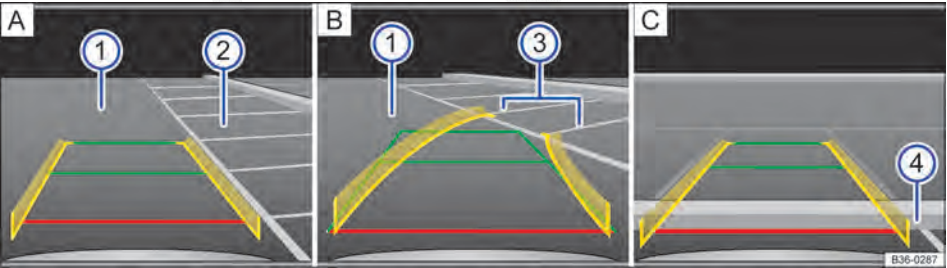

Fig. 205 Exibição do display da câmera de marcha a ré: entrar na vaga no modo 1.
Legenda para Fig. 205:
4.	Posicionar o veículo na frente da vaga de estacionamento ② → Fig. 205  .
6.	Conduzir lentamente para trás e manobrar de modo que as guias amarelas sejam guiadas ao longo das linhas de limitação lateral ③ da vaga de estacionamento selecionada  Observar a seguinte mensagem: Controlar a trajetória do veículo! →  em Introdução ao tema na página 254!
7.	Alinhar o veículo na vaga de estacionamento selecionada de modo que as as guias verdes e amarelas fiquem em cima das linhas de limitação lateral ③ da vaga de estacionamento selecionada.
8.	Parar o veículo o mais tardar ao atingir a guia vermelha de limitação traseira, por exemplo, meio-fio ④  .